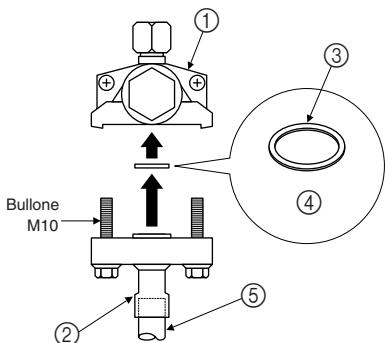

Fig. 5-2
- (3) Per collegare il tubo per il lato gas, attenersi alla procedura riportata di seguito (Fig. 5-2).